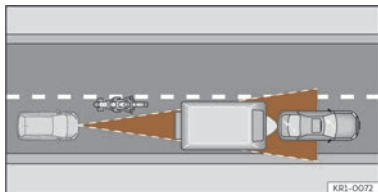

Abb. 143 Vorausfahrender Motorradfahrer außerhalb des Erfassungsbereichs des Radarsensors.
- Versetzt fahrende Fahrzeuge oder Fahrzeuge, die außerhalb des Erkennungsbereichs des Sensors fahren, z. B. Motorräder >>> (Abb. 143).